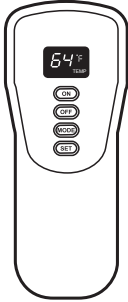

Figura 31 - Control Remoto
4. Pulse el botón ON en el mando a distancia para encender el quemador (véase la Figura 31, página 63). Usted escuchará una serie de pitidos. Esto también va a "aprender", o programa, la distancia y el receptor.